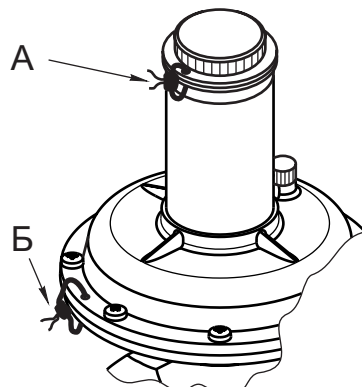

Рис. 6
#### 4.7 Пломбирование регулятора давления (рис. 6).
4.7.2 Для пломбировки используйте проволоку диаметром 0,8 - 1,5 мм, которую необходимо протягивать через отверстия, расположенные в защитной пробке и плоскости соединения корпусных деталей (рис. 6, места А и Б). Пломбировка места Б произведена на заводе-изготовителе. Пломбировка места А осуществляется после настройки регулятора на необходимое выходное давление.